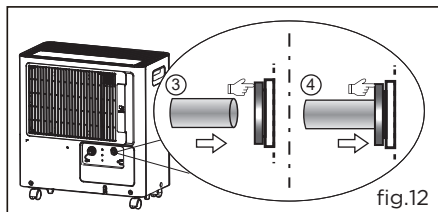

fig.12
- b. Tout en insérant le tuyau de drainage sur le raccord de drainage, maintenez la pression sur l'anneau. Assurez-vous qu'il est bien connecté afin qu'il soit complètement en place; (fig.12)